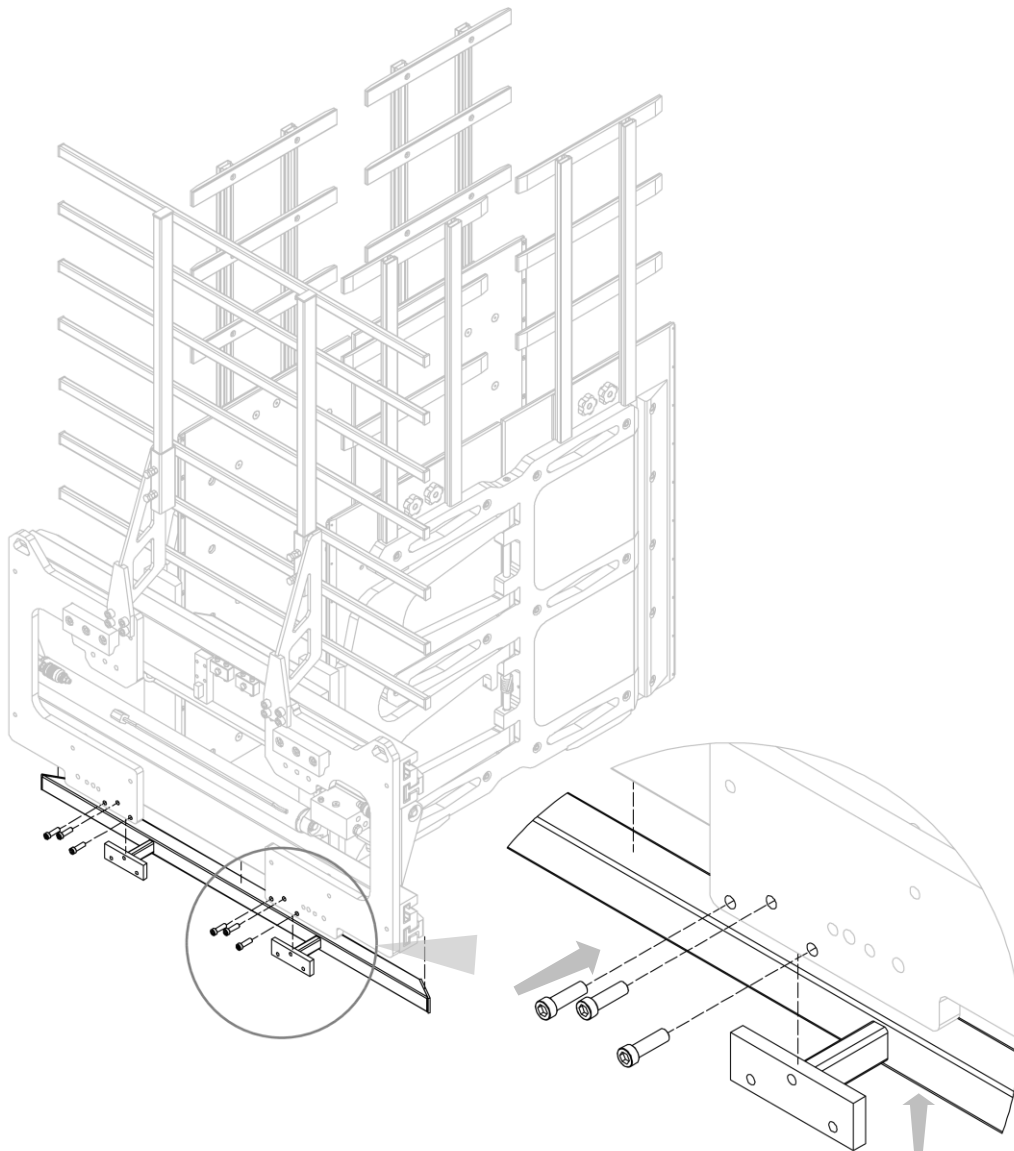

Figure 62
3. Démontez le cadre de chargement inférieur après avoir retiré les vis correspondantes (voir *Figure 62*).